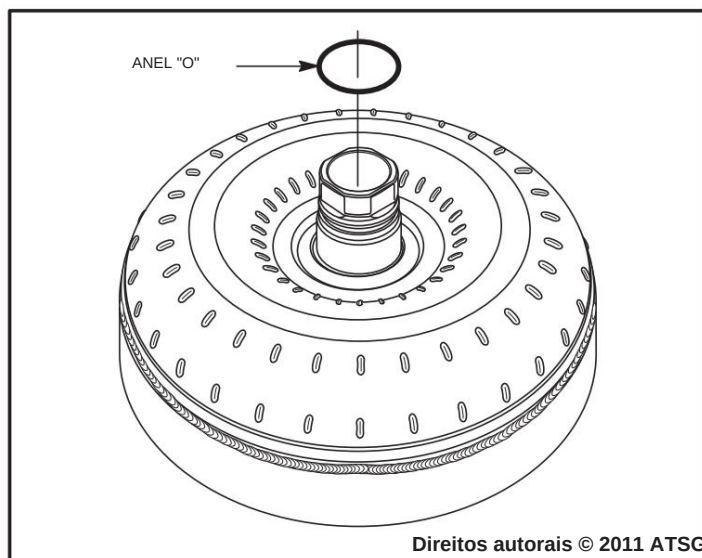

Figura 32
4. Remova e descarte o anel "O" do hub conversor, conforme mostrado na Figura 32.